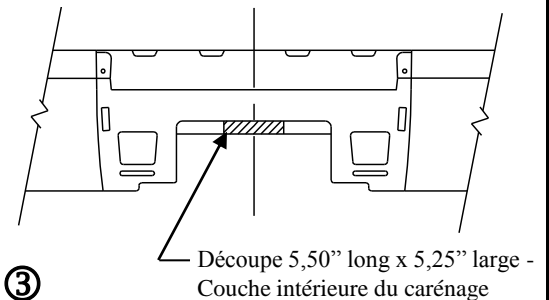

Figure 3
3. Installer l'attelage et les supports de renforcement selon la Figure 2 (sur les modèles 2002 et ultérieurs, découper le carénage selon la Figure 3).